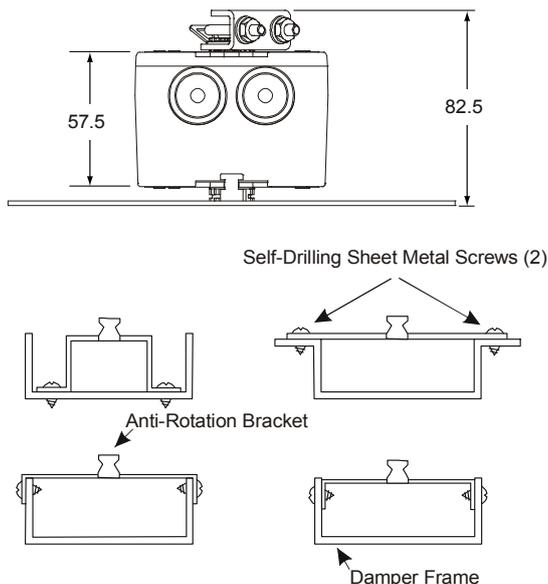

Figure 5: Montagepositionen der Verdrehsicherung
2. Biegen oder kürzen Sie die Verdrehsicherung, so dass sie in die Geometrie des Klappenrahmens passt (siehe Figure 5).